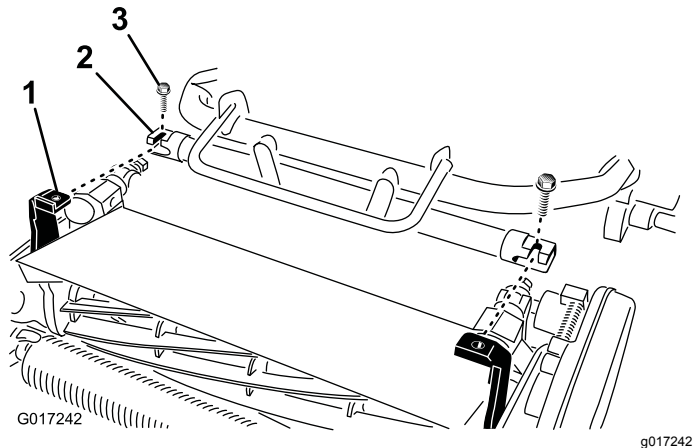

Figura 8
4. Manovrate il telaio della macchina in avanti, finché non entra a contatto con i bracci orientabili dell'apparato di taglio (Figura 8).
5. Fissate il telaio della macchina ai bracci orientabili dell'apparato di taglio con i 2 bulloni (3/8 x 3/4 poll.) (Figura 8).